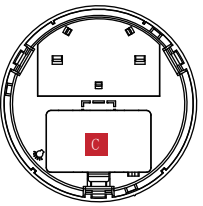

图1.4 探测报警器电池仓盒
- (3) 电池安装: 打开探测器电池仓电池盖板, 按照电池盒里标明的正、负极安装好电池(见图1.4 探测报警器电池仓盒示意)。
- (4) 探测器与底座安装: 安装探测器时与底座对好后, 顺时针旋转探测部位, 探测器与底座线条对齐即安装完毕。